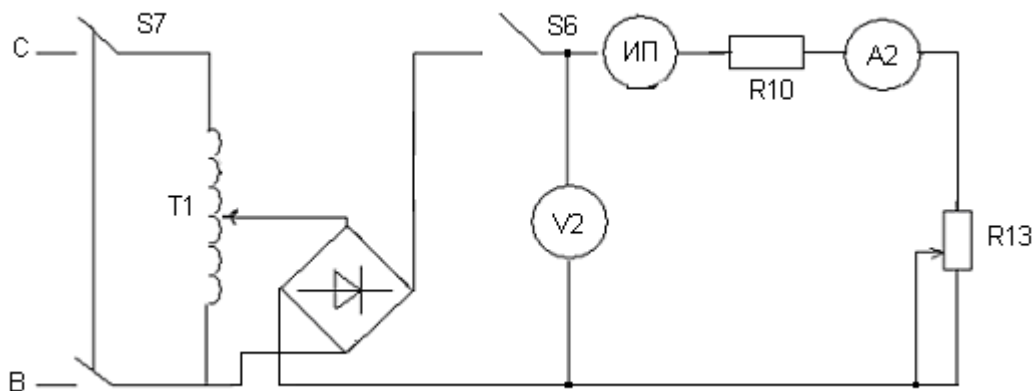

Рисунок 1.2 – Схема подключения шунта
1.1.1 Соберите схему согласно рис. 1.2.